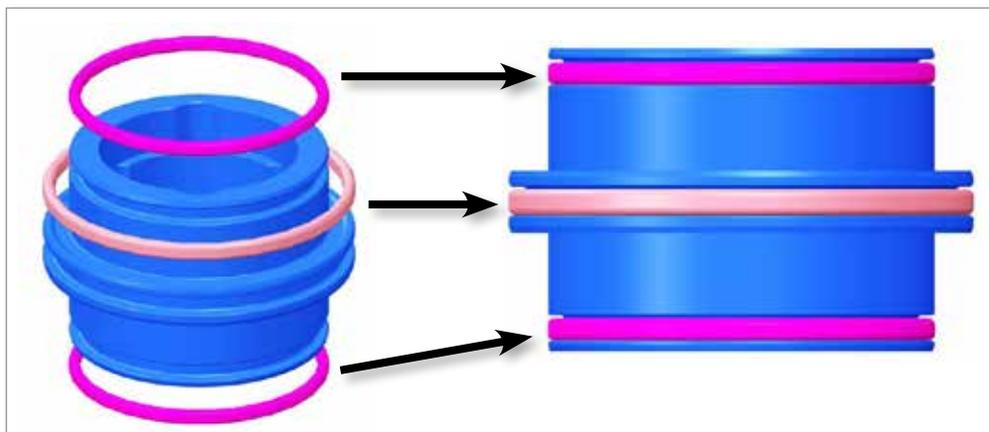
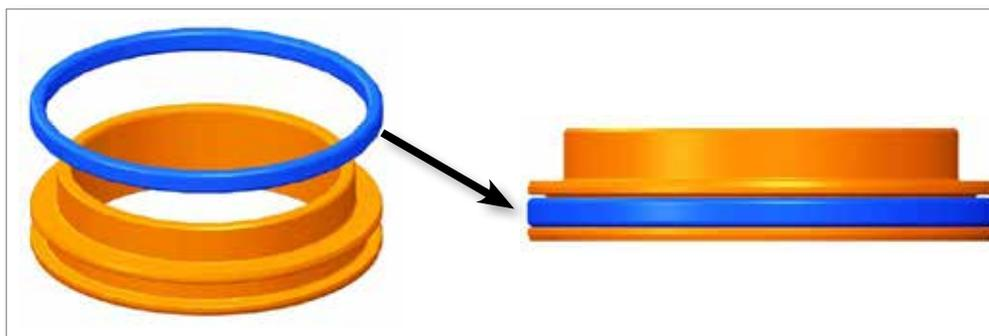

Figura 11-3 Instalación de las juntas tóricas de la parte superior del pistón
Figura 11-4 Instalación de la junta tórica de la parte inferior del pistón
2. Como se muestra en el plano de ensamblaje general, instale las juntas tóricas en las ranuras de la parte superior y la parte inferior del pistón. Empuje con el dedo las juntas tóricas en las ranuras con cuidado. Asegúrese de que las juntas tóricas estén firmemente asentadas en la ranura. Consulte la Figura 11-3 y la Figura 11-4.